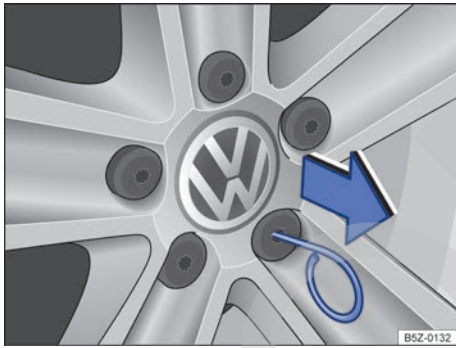

Fig. 181 Retirar las caperuzas de los tornillos de rueda.
- Pase el gancho extractor por la abertura de la caperuza → **fig. 181** y retírelo en el sentido de la flecha.